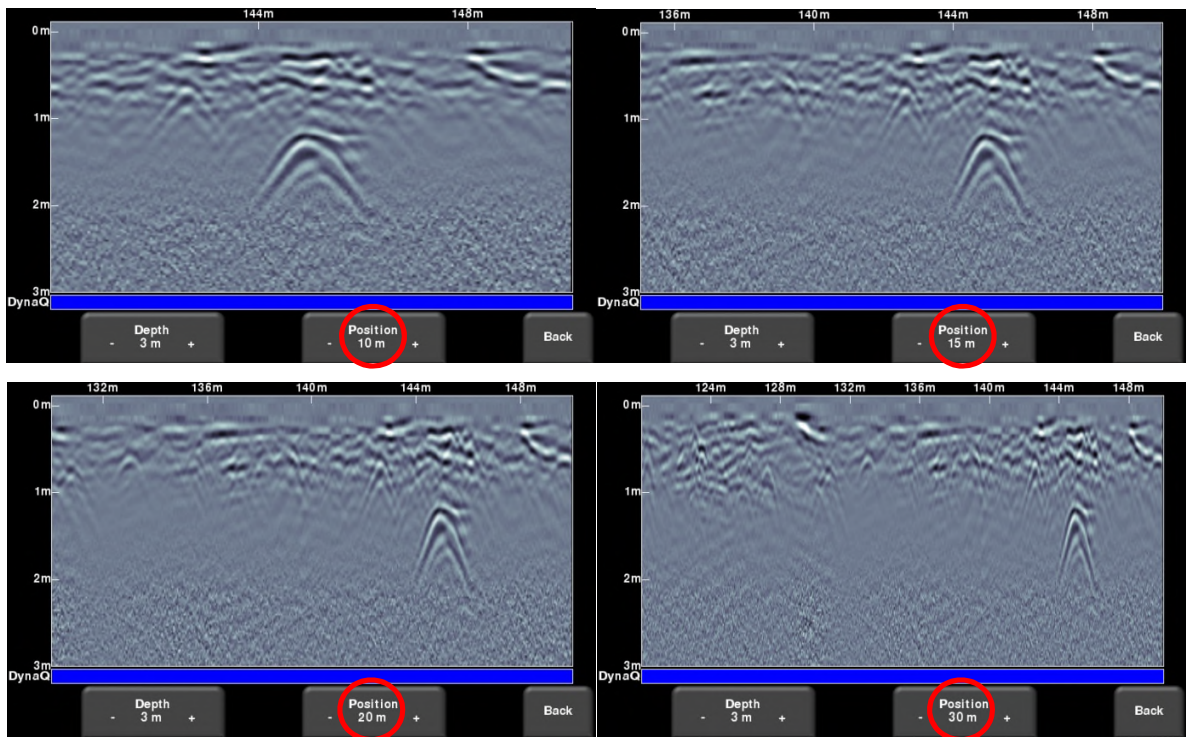

Abbildung 8-8: Unterschiedlich angezeigte Position oder horizontale Skalierung
- **Position** – Durch Drücken der Schaltflächen **+** und **-** unter der Schaltfläche **Position**, können Sie die Strecke der Datenanzeige, die ein einzelner Bildschirm erfasst, ändern. Dies wird auch als horizontale Skalierung bezeichnet. Die voreingestellten Werte reichen von 10 m bis 30 m (US: 25' bis 100'), siehe Abbildung 8-8.